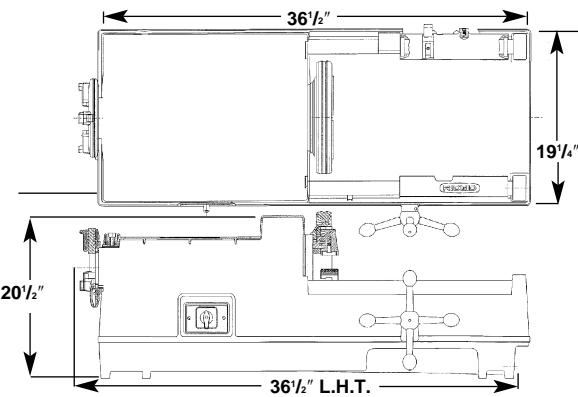

Figure 2 – Dimensions de la 535
- En l'absence d'un support, la machine doit être montée sur un établi solide. Pour monter la machine sur établi, introduisez les quatre (4) boulons de 5/16 po et les trous prévus à chaque coin de l'embase de la machine. Les dimensions de l'embase sont indiquées à la *Figure 2*.